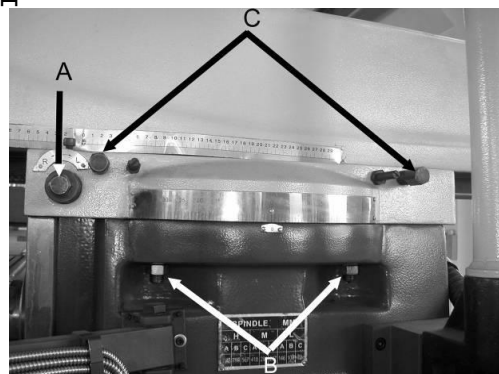

Рис. 20
1. Ослабьте два болта (С, Рис. 20), которые крепят консоль к направляющим.
2. С помощью ключа поверните болт (А, Рис. 20), чтобы перемещать консоль на направляющих.
3. Когда установите консоль в нужное положение, зафиксируйте болты (С, Рис. 20).
1. Ослабьте четыре стопорных болта (В, Рис. 20), которые крепят консоль к верхней части основания. 1/2 оборота должно хватить, чтобы консоль можно было перемещать.
3. Затяните четыре стопорных болта (В, Рис. 20).